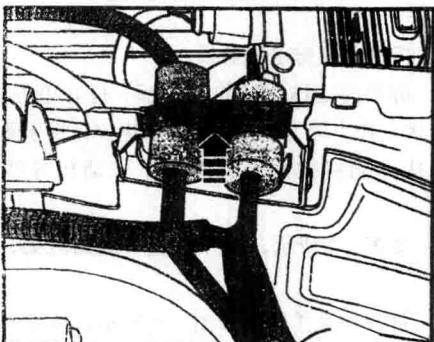

图 1-3 从导线托架中取出连接发动机控制单元的导线束
- 9) 打开导线托架，如图 1-3 所示，从导线托架中取出连接发动机控制单元的导线束。